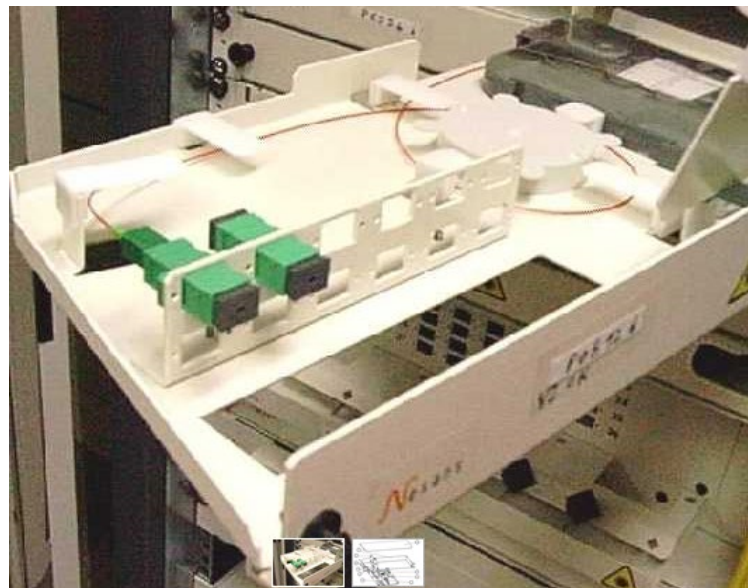

Figure 7 : FTTE passif au PM - exemple de Bandeau Optique
- soit de faire réaliser l'installation du câble mono-fibre (cf Figure 7);